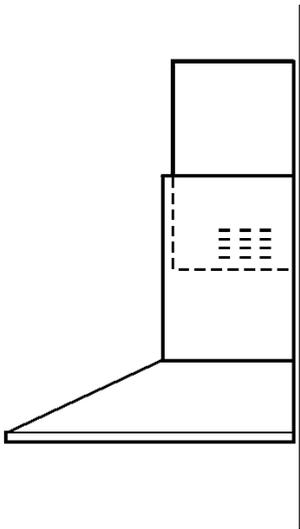

fig. 17
5. Positionnez les cheminées assemblées sur la hotte. Faites particulièrement attention lors de la manipulation des cheminées télescopiques (surtout au moment de les appuyer sur le corps de la hotte) de ne pas les rayer. Celles-ci doivent être installées de telle sorte à ce que les grilles d'aération situées sur la cheminée supérieure se placent en position basse (fig. 17).